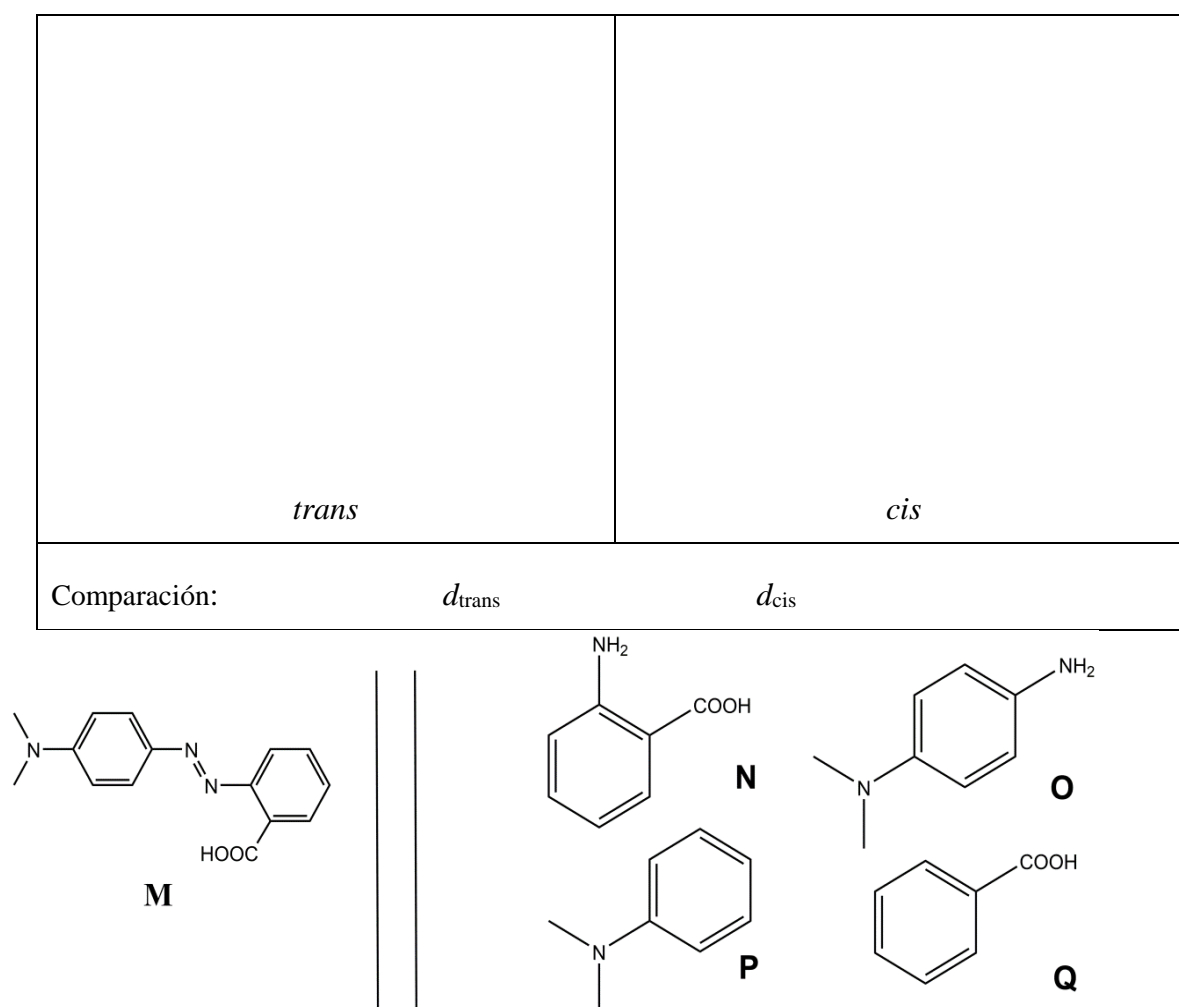

Fig. 1 – Posibles reactivos para la síntesis de **M**.
2. **M** puede ser sintetizado en dos pasos a partir de reactivos simples (Fig. 1). **Elija** entre los reactivos sugeridos (**N** a **Q**) aquellos que puedan producir **M** con una regioselectividad muy alta. El nitrito de sodio ( $\text{NaNO}_2$ ) en ácido clorhídrico acuoso frío se utiliza como reactivo para el primer paso de la síntesis.